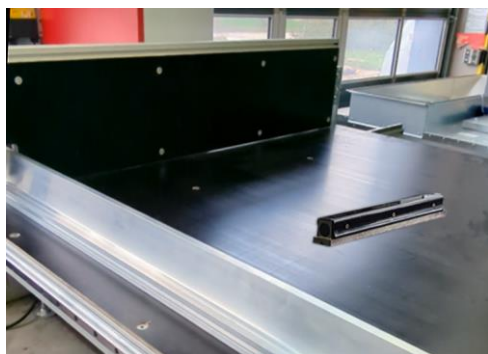

Figure 18 : nivelier la table coulissante
- En cas d'écarts, vous pouvez les corriger à l'aide des pieds réglables (voir aussi ⇒ Figure 18).
1. Placez un niveau à bulle de précision 1 fois dans le sens de la longueur et 1 fois dans le sens de la largeur (voir ⇒ Figure 18).